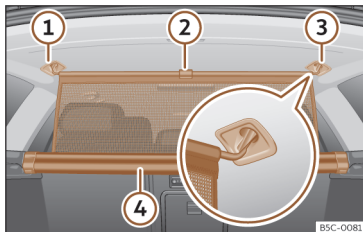

Fig. 132 Na bagageira: fixar a rede de separação.
- Puxe a aba para cima»» **Fig. 132** ② para tirar a rede da carcaça ④.
- Prender a rede de separação do lado esquerdo ou direito ③ (imagem ampliada).
- Prender a rede de separação no alojamento do outro lado ① puxando a barra.